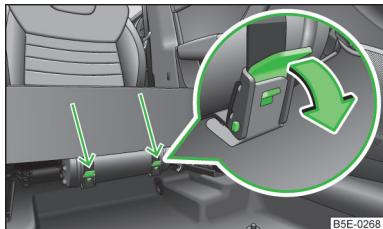

Fig. 196
- Afloje ambas correas tirando de los seguros respectivos en la dirección de la flecha » fig. 196.